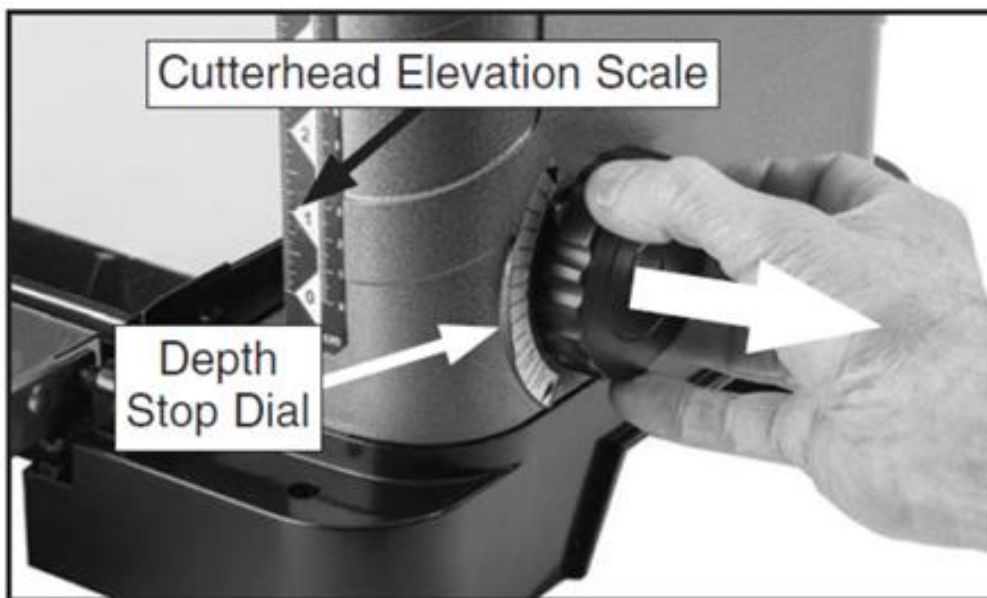

Рисунок 46. Снятие циферблата с корпуса станка.
2. Снимите шкалу ограничителя глубины с машины, сильно потянув ее наружу (см. рис. 46).